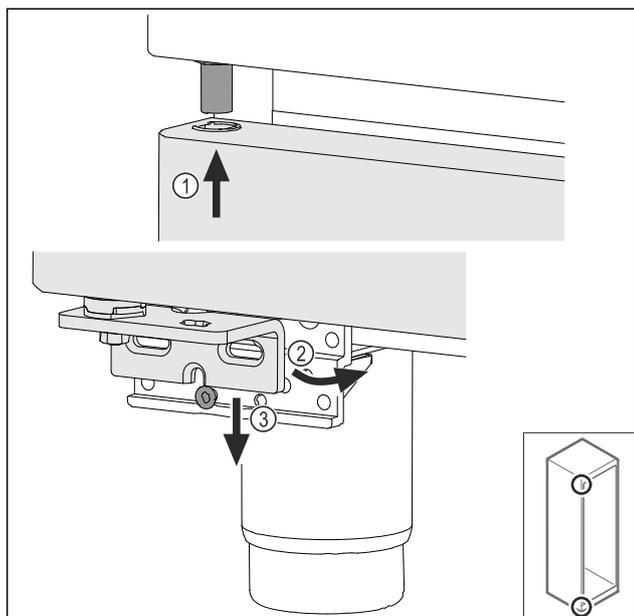

Fig. 39
- Enfiler la porte légèrement inclinée en haut Fig. 39 (1), redresser la porte Fig. 39 (2) et la poser en bas sur la vis du support de palier Fig. 39 (3).